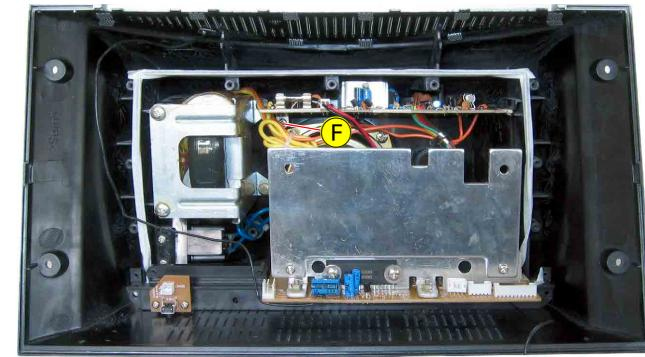

Fig. 4
- Schraube **(F)** (Fig. 4) herausdrehen.
- Undo screw **(F)** (Fig. 4).